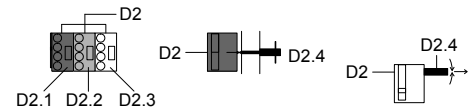

Bild 4: Anschliessen / Abklemmen der Anschlussleitung
Steckklemmen abziehen (Bild 4)
Abklemmen der Leitung (Bild 4)
Steckklemmen aufstecken (Bild 4)
- Anschluss der Leitung (Bild 4)